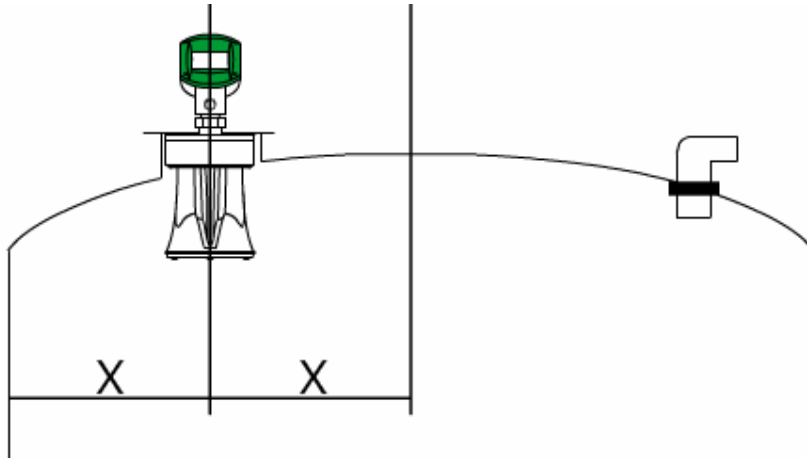

Figura 7, ubicación óptima
- ⦿ La ubicación óptima del analizador es en la mitad entre el centro y la pared del contenedor, como se muestra en la *Figura 7, ubicación óptima*